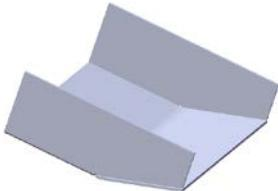
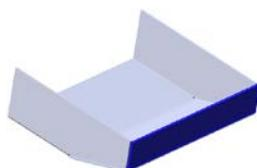

图 9.22 折叠 1
图 9.23 边线—法兰 2
Step8. 创建图 9.22 所示的钣金特征——折叠 1。
- (1) 选择命令。选择下拉菜单 **插入(I)** → **钣金(H)** → **折叠(F)...** 命令（或单击“钣金”工具栏上的“折叠”按钮 ），系统弹出“折叠”对话框。
- (2) 定义固定面。选取展开 1 特征的固定面为固定面。
- (3) 定义折叠的折弯特征。在“折叠”对话框中单击 **收集所有折弯(A)** 按钮，系统将模型中所有可折叠的折弯特征显示在 **要折叠的折弯:** 列表框中。
- (4) 单击 **√** 按钮，完成折叠 1 的创建。
Step9. 创建图 9.23 所示的钣金特征——边线—法兰 2。